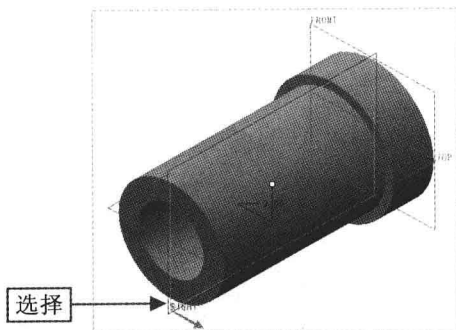

图 4-54 选择 RIGHT 基准平面
Step 02 在“功能区”选项板的“模型”选项卡中，单击“基准”面板中的“平面”按钮, 弹出“基准平面”对话框，在绘图区选择 RIGHT 基准平面，如图 4-54 所示。